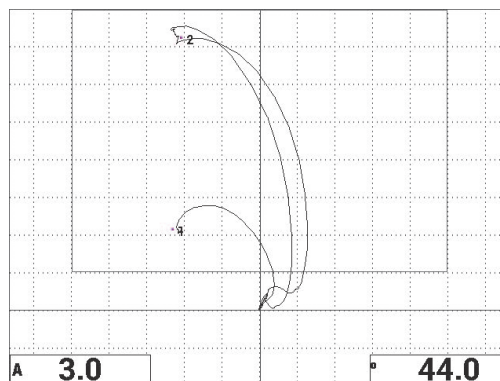

図 6-43 剥離部の 2 回目のスキャン
13. 全画面次へキー (➡) を押して全画面表示にします。次に、剥離部をゆっくりとスキャンして、ドットが常に信号に一致していることを確認します (163 ページの図 6-43 参照)。